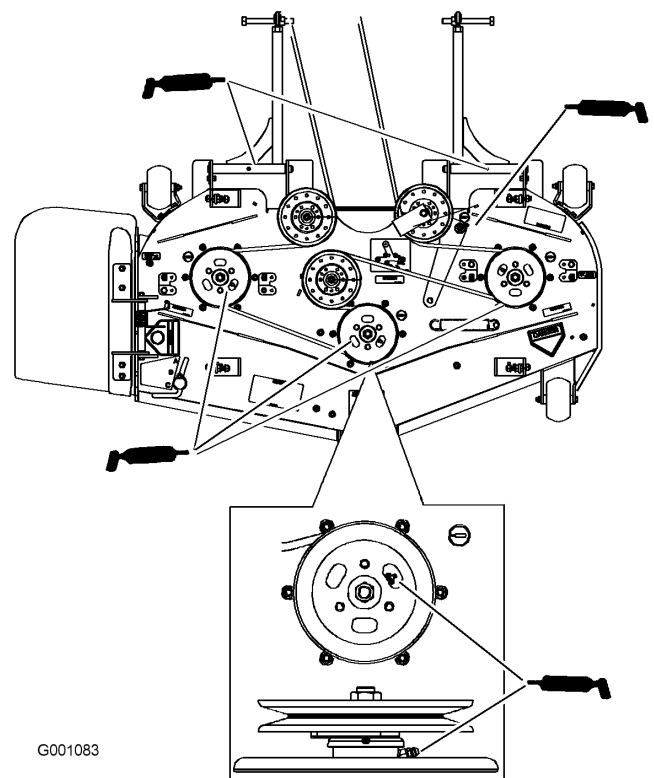

Figura 29
4. Engrase los tres cojinetes de los ejes debajo de las poleas hasta que rezume grasa de las juntas inferiores (Figura 29).
5. Engrase el brazo tensor de la plataforma del cortacésped (Figura 29).
6. Lubrique los puntos de engrase de los brazos de empuje (Figura 29).